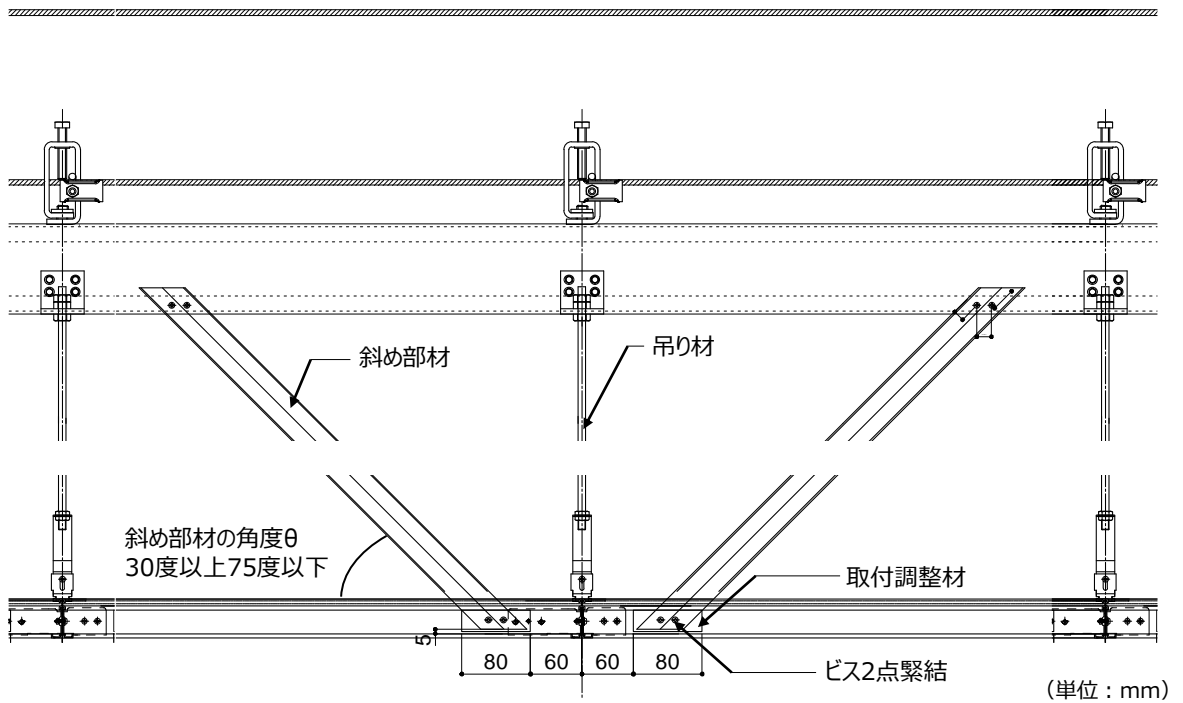

図3-3.斜め部材取付け例（頂部つなぎ材に固定する場合）
- 斜め部材と吊り材が干渉しないよう配置する。（図3-3、3-4）